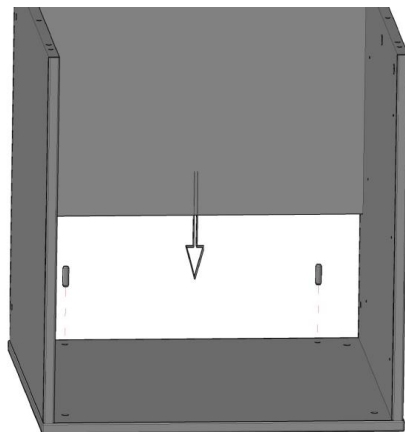

Рис. 3
4.1.3. На сборку п. 4.1.2. в технологические отверстия вставить шканты (поз.6, пакет № 45) (рис.3) и установить заднюю стенку (поз. 11), закрепив её винтами конфирматами.(поз. 1, пакет № 45) (рис.3а)
Рис. 3а